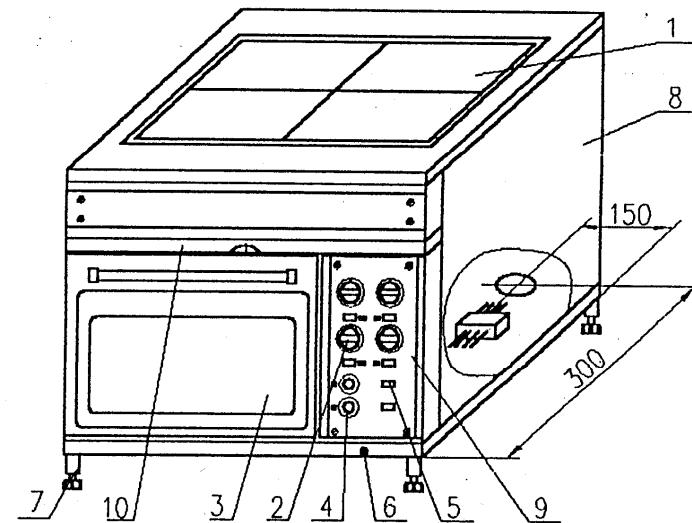

Рисунок 1-Общий вид плиты
4.1 Общий вид плиты приведен на рис.1.
6.4 Установить плиту на пол и произвести выравнивание ее положения с помощью регулируемых опор 7 (смотри рис.1).